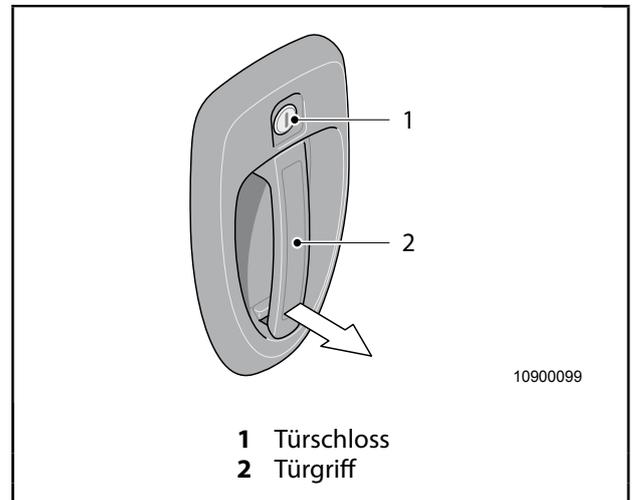

Abb. 13 Aufbautür von außen öffnen und schließen
1. Den Schlüssel in das Türschloss (Abb. 13, Pos. 1) stecken und in Richtung Scharnierseite der Tür bis zum Anschlag drehen.
3. Am Türgriff (Abb. 13, Pos. 2) ziehen, um die Tür zu öffnen.
2. Den Schlüssel in das Türschloss (Abb. 13, Pos. 1) stecken.